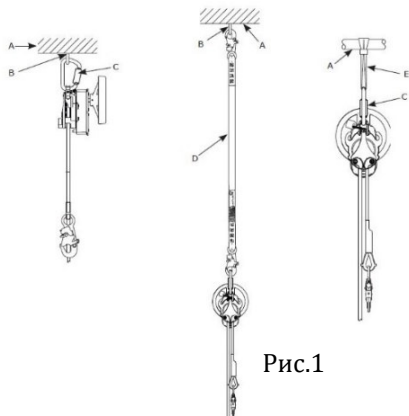

Рис.1
1. Присоединить верхний карабин к точке анкерного крепления. Анкерное устройство должно находиться выше пользователя (рис.1)
ШАГ 2. Установите устройство спасения и эвакуации (рис.1).